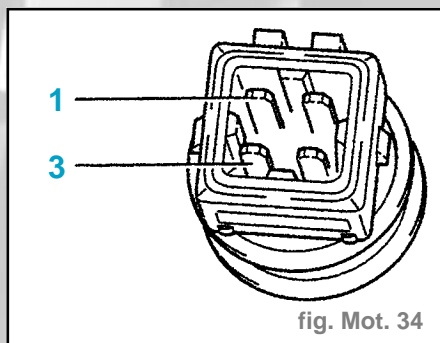

fig. Mot. 34
- Contrôler la résistance entre les contacts **1** (masse) et **3** (signal) du transmetteur de température du liquide de refroidissement (fig. Mot. 34).